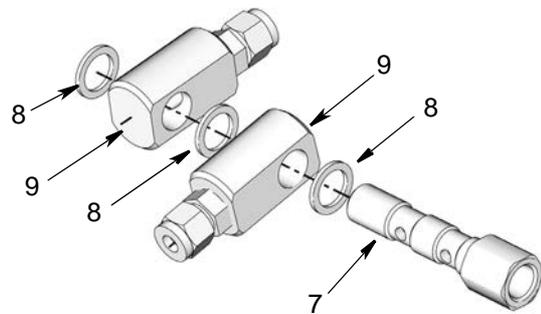

FIG. 12
- Placer une rondelle (8) au dessus de l'extrémité du boulon banjo double (7). Ensuite installer le raccord banjo (9) sur le boulon. Installer une autre rondelle (8) suivie par un autre raccord banjo (9) et puis une rondelle de plus (8) dans le sens indiqué dans FIG. 12.